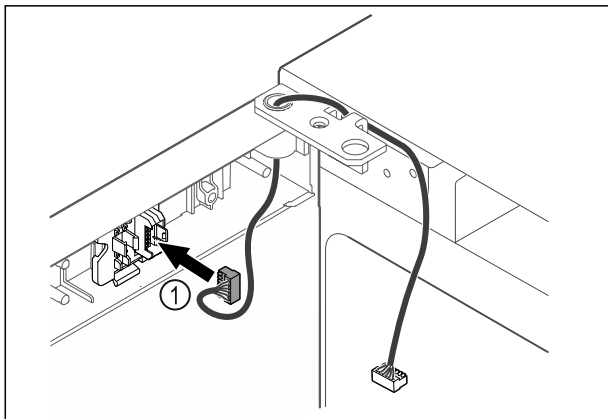

Fig. 41
- ▶ Inserire il connettore Fig. 41 (1) nel supporto connettori.